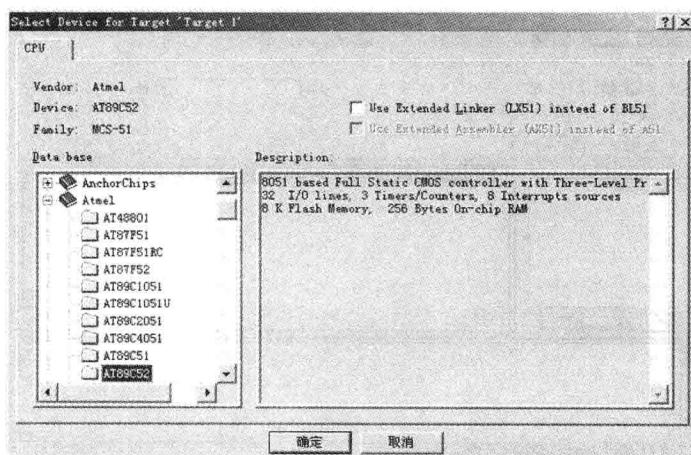

图 2-5 选择芯片型号
(3)这时会弹出一个对话框,要求选择单片机的型号,可以根据你使用的单片机来选择,keil c51 几乎支持所有的 51 核的单片机,本书以应用广泛的 Atmel 的 89C51 为例说明,如图 2-5 所示。选择 89C51 之后,右边栏是对这个单片机的基本的说明,然后点击确定。